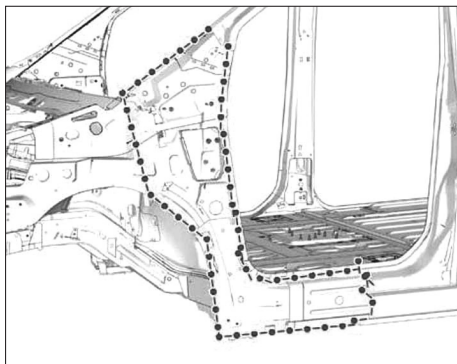

FIG. 51
- Préparer les bords d'accostage et les protéger par un apprêt soudable (Fig.51).